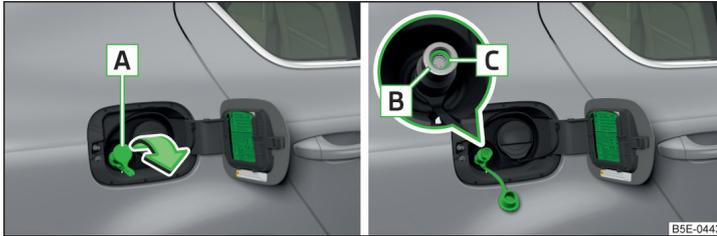

Abb. 194 Erdgaszufüllstutzen
- Die Kappe **A** » Abb. 194 in Pfeilrichtung vom Gaseinfüllstutzen **B** abnehmen.
- Prüfen, ob der Dichtungsring **C** » Abb. 194 im Gaseinfüllstutzen stecken blieb.